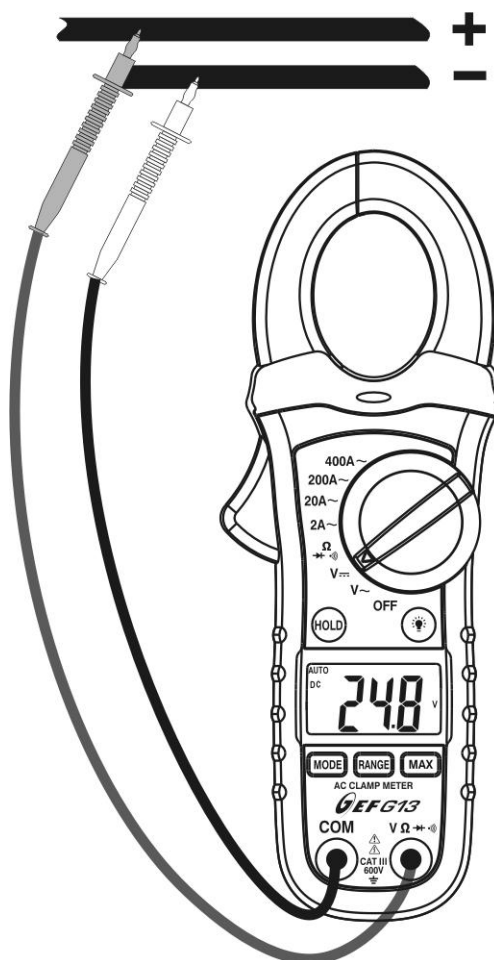

Fig. 2: Uso da pinça para medir Tensões CC
3. Inserir o cabo vermelho no terminal de entrada **V $\overline{\text{---}}$** e o cabo preto no terminal de entrada **COM** (ver Fig. 2).
6. A visualização do símbolo "-" no display do instrumento indica que a tensão tem sentido oposto em relação à ligação da Fig. 2.